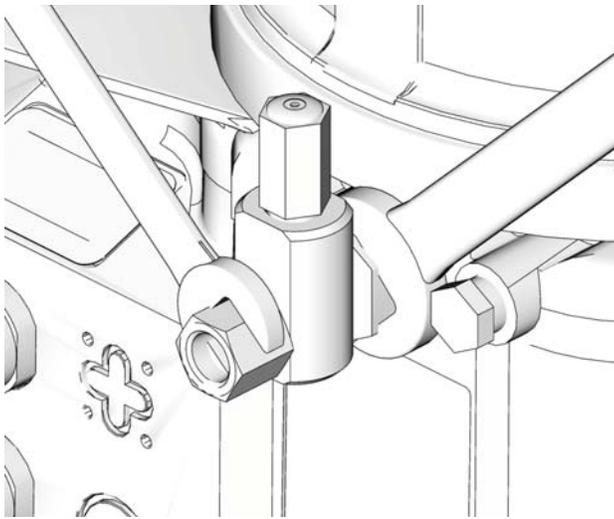

FIG. 11
- Utilice siempre dos llaves que trabajen en direcciones opuestas cuando conecte algo al elemento de bomba o accesorios auxiliares. Vea un ejemplo en la FIG. 11.